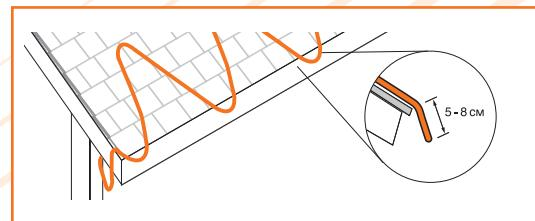

Рис.3.10 Укладка кабеля по схеме “ капающая петля ”
- Внешние воронки и лотки стока необходимо тщательно обогревать. Нагревательный кабель должен "капающей" петлей выступать на лотке стока, чтобы не препятствовать выходу талой воды с плоской кровли. Более подробно см. рис. 3.10
- по схеме « капающая » петля рис.3.10.